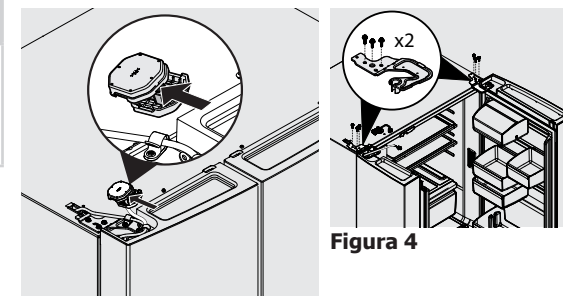

Figura 2
2. Desconecte el mazo de cables eléctricos que va desde la puerta hasta la cubierta de la bisagra. Ver la figura 2.
3. Desconecte el conector del interruptor y suelte los cables de la guía. Ver la figura 2.